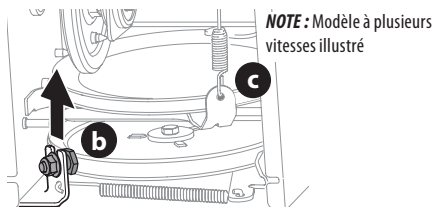

Figure 84
6. Desserrez le boulon à épaulement (b) qui sert de garde-courroie et retirez-le. Puis, décrochez le ressort (c) du châssis. Voir Figure 84.
NOTE : Installez le boulon à épaulement (a) et de fixer le ressort au châssis après avoir installé la courroie neuve. Voir Figure 84.